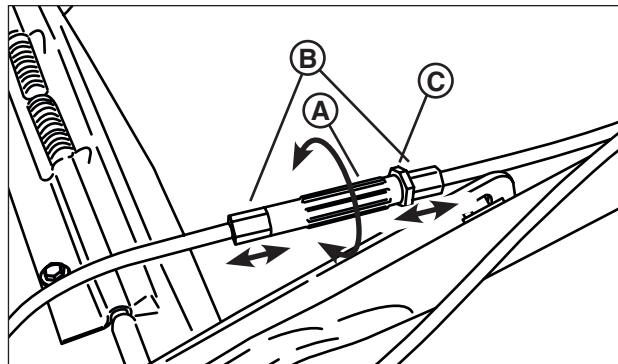

Figure 19: Régler le câble d'entraînement
- Si la transmission ne s'embraye pas, augmenter la tension du câble d'entraînement en desserrant le contre-écrou (C, Figure 19) et en tournant le tendeur (A) vers la gauche d'un demi-tour pour dégager les viroles (B) du tendeur. Serrer le contre-écrou contre le tendeur. Vérifier et répéter le cas échéant.